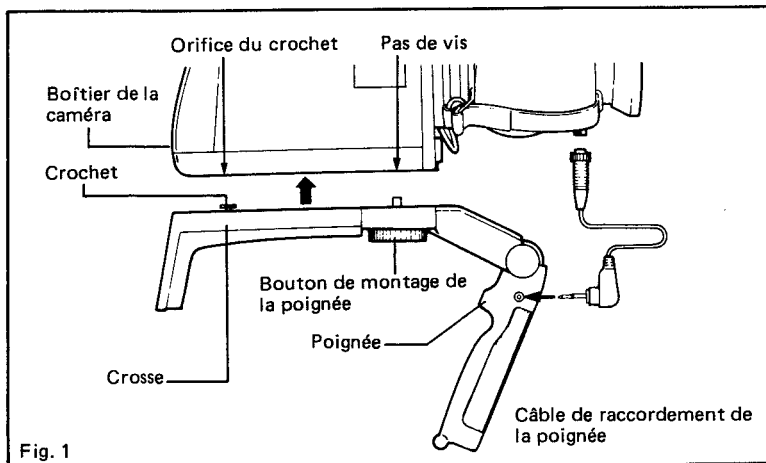

Fig. 1
3. Ouvrir le support de poitrine en le poussant vers le haut. (La Fig. 1 montre le support déplié.)